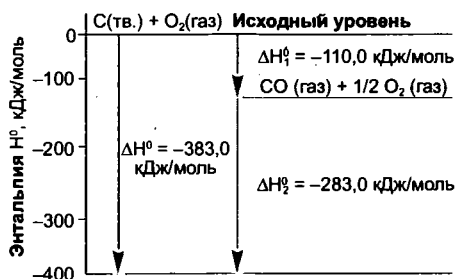

Рис. 21
**Энтальпийные диаграммы** — графическое изображение изменений энтальпии в определенных химических процессах (рис. 21). Верхний уровень на диаграмме для экзотермических реакций называется исходным уровнем, он соответствует значению  $H^0=0$  и условно изображает простые вещества в их стандартных состояниях. Для эндотермических реакций исходный уровень расположен в нижней части диаграммы.